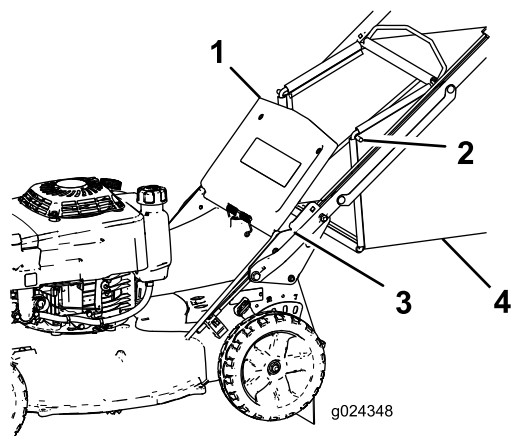

Figura 16
2. Alzate lo sportello posteriore e tenetelo alzato (Figura 16).
4. Installate le estremità dell'asta del cesto nelle tacche alla base della stegola e spostate il cesto avanti e indietro per accertare che le estremità dell'asta del cesto siano posizionate in fondo a entrambe le tacche (Figura 16).
3. Rimuovete l'asta sul cesto di raccolta dalle tacche alla base della stegola (Figura 16).